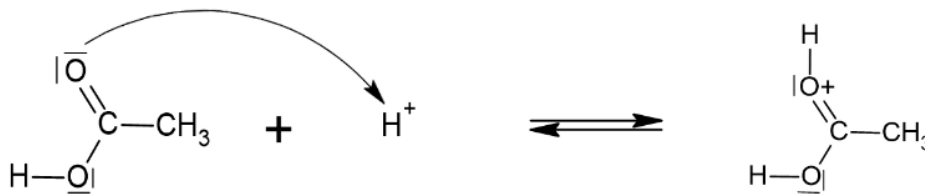

Figure 2. Première étape du mécanisme réactionnel
Le mécanisme réactionnel de la synthèse de l'acétate d'éthyle est modélisé par plusieurs actes élémentaires, dont le premier est représenté sur la figure 2.
**Q.2. Justifier le sens de la flèche courbe de la figure 2.**